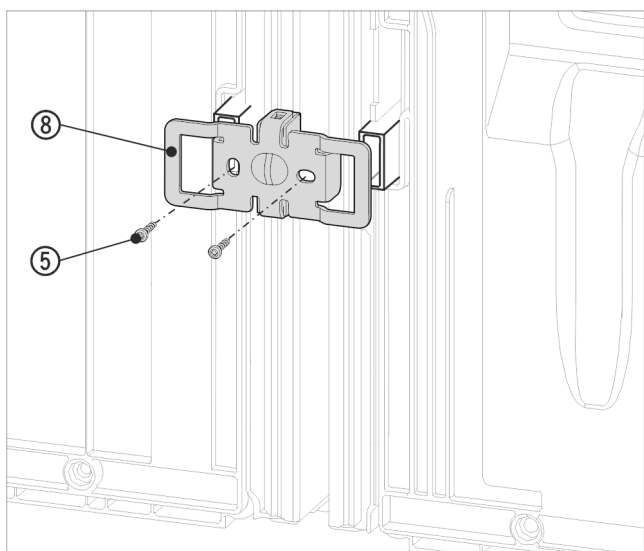

Fig. 19 Zobrazení příkladu
- Úhelník Fig. 19 (8) znovu zasuněte vybráním přes úchyt pro vyme-zovač odstupu od stěny.
- Přišroubujte pomocí 2 šroubů Fig. 19 (5).